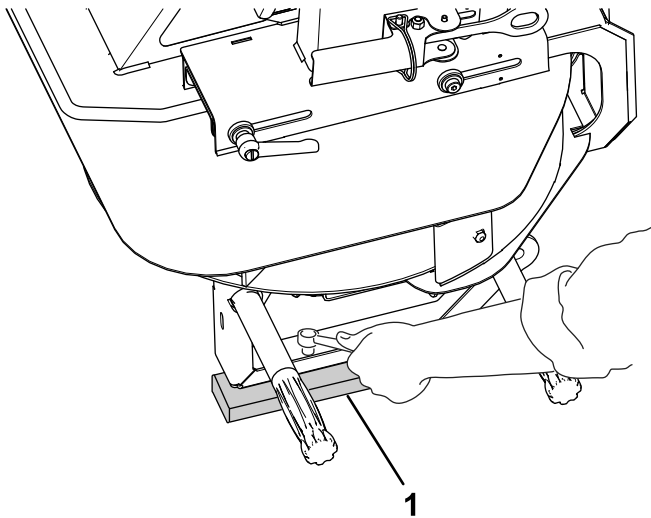

図6
5. ツインスピナーの脚部からねじ4本を取り外す。二人掛かりでツインスピナーを持ち上げ、出荷用のスタッドや保護材を取り除く【図6】。